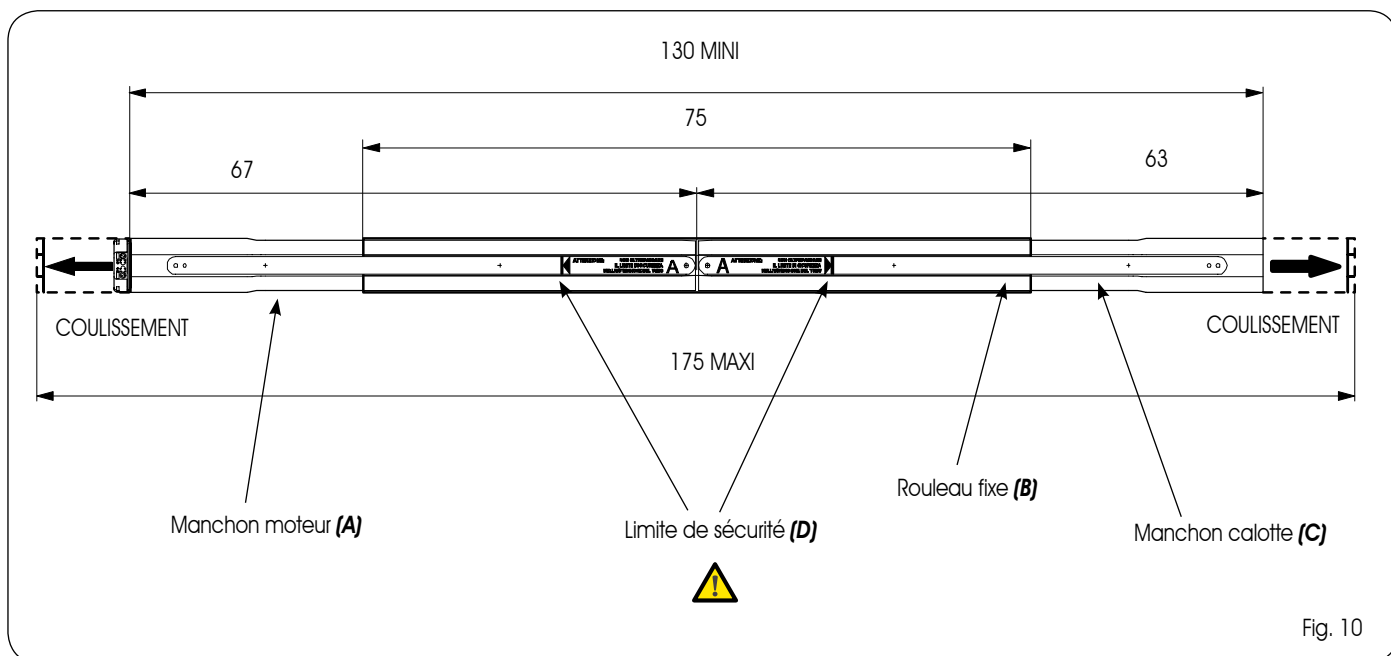

Fig. 10
Pour obtenir la valeur minimum, enfiler complètement les 2 manchons (Fig. 10 réf. A-C) à l'intérieur du rouleau fixe (Fig. 10 réf.B). (Longueur rouleau 130cm)
Pour obtenir la valeur maximum, extraire les 2 manchons (Fig. 10 réf. A-C) du rouleau, jusqu'à la limite de sécurité signalée sur le câble plat (Fig. 10 réf.D). (Longueur rouleau 175cm)
⚠ LORSQU'ON FAIT COULISSER LES MANCHONS VERS LES EXTRÉMITÉS EXTERNES DU ROULEAU FIXE, NE JAMAIS DÉPASSER LA LIMITE DE SÉCURITÉ (Fig.10 réf.D)
4.2 ASSEMBLAGES DÉCRITS AUX CHAPITRES 3.3 (Fig. 10)